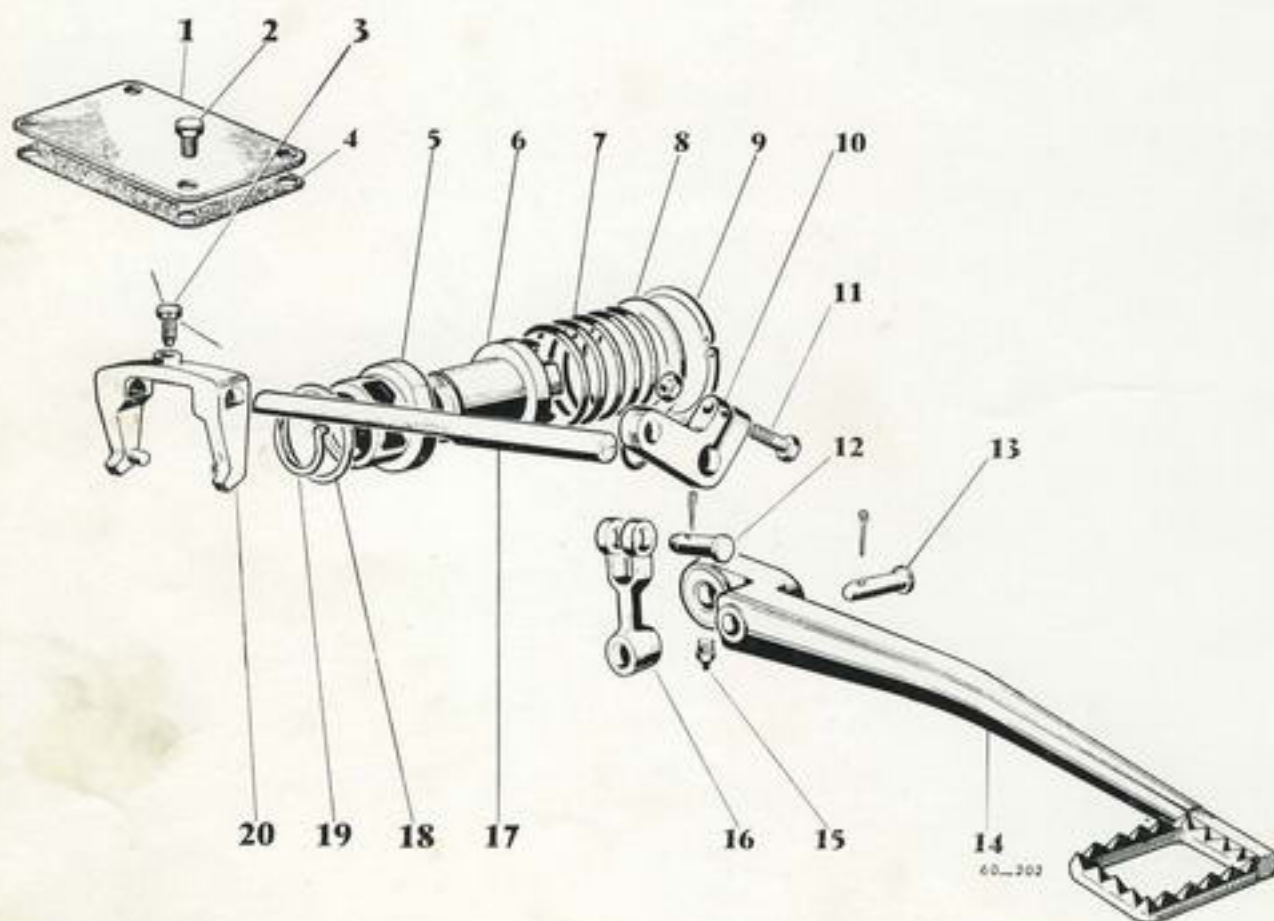

Fig. 6
- Le dispositif de blocage de différentiel est constitué par un crabot baladeur (6. Fig. 6) sur l'axe d'essieu droit.
La fourchette de commande (20. Fig. 6) est actionnée par la pédale (14. Fig. 6) pour
le blocage; le retour du crabot, est automatique grâce à l'action du ressort de rappel (7. Fig. 6).
- Le réglage du blocage de différentiel s'obtient en desserrant la vis (11. Fig. 6) de levier de commande et en positionnant la pédale de manière à ce que le blocage soit effectif dès que le patin de pédale est en contact avec le marchepied (Fig. 8). Contrôler l'action effective du crabot par la plaque de visite (1. Fig. 6) à la partie supérieure de la trompette.
La trompette droite étant déposée, extraire le circlips (9. Fig. 6) la rondelle d'appui (8. Fig. 6) le ressort (7. Fig. 6) et le crabot (6. Fig. 6).
La dépose de l'axe de fourchette de commande (20. Fig. 6) du manchon (5. Fig. 6) et de la tringle relais (16. Fig. 6) ne présente aucune difficulté.
Au remontage ne pas omettre de freiner la vis d'arrêt (3. Fig. 6) qui doit être serrée au couple de 0,7 à 0,8 m.kg et procéder au réglage comme indiqué plus haut.
- Extraire la goupille supérieure de la biellette de renvoi du blocage de différentiel. Enlever l'axe (12, fig. 6).
- Desserrer l'écrou de serrage du levier coudé de l'axe de fourchette et enlever le levier (10, fig. 6).